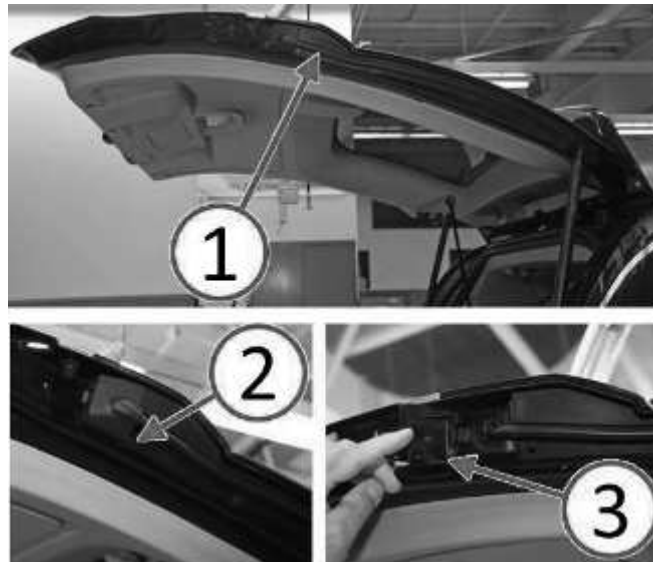

Fig. 1 Überprüfung Heckklappen-Klemmsensor
1. Die Heckklappe öffnen, um an den Klemmsensor (1) der Heckklappe auf der rechten Seite (Beifahrerseite) zu gelangen (Fig. 1).
2. Den Druckstift (2) entfernen, dann den Inspektionsdeckel (3) des Klemmsensors öffnen (Fig. 1).